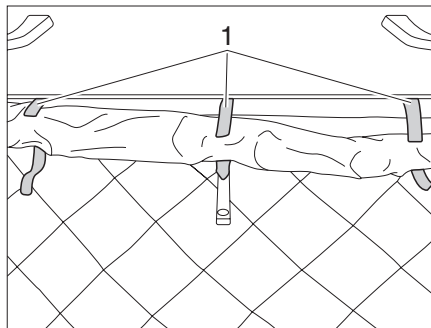

Bild 32 Öppna kardborreförslutningarna
► Öppna de tre kardborreförslutningarna (Bild 32,1) på tygbehållaren.
- ▶ Rulla noggrant upp tygbehållaren runt låsanordningen och stäng med tre kardborreförslutningar (Bild 32,1).